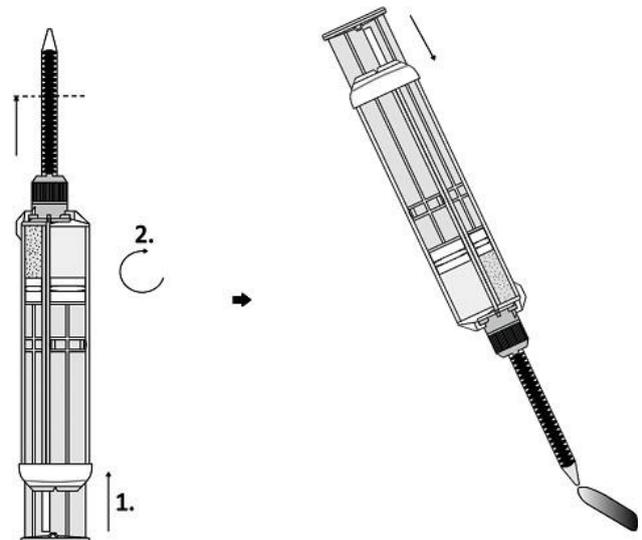

Fig. 8
12. Llène la punta del aplicador presionando el émbolo hasta que la punta del aplicador se llene con la solución y una raya de NE'X Glue® de aproximadamente 3 cm salga sobre una superficie estéril desechable (por ejemplo, una gasa). Se recomienda comenzar el prellenado con la jeringa en posición vertical hasta que la mitad de la punta del aplicador esté llena con la solución. Cuando la solución llene aproximadamente la mitad de la punta del aplicador, apunte la punta hacia abajo mientras continúa empujando hacia abajo el émbolo para que salga una raya de NE'X Glue® (fig. 8).